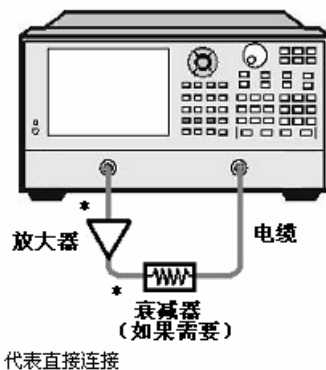

图 8.23 小信号增益和平坦度测量连接
- 5) 如图 8.23 所示连接放大器，并为放大器提供直流偏置。